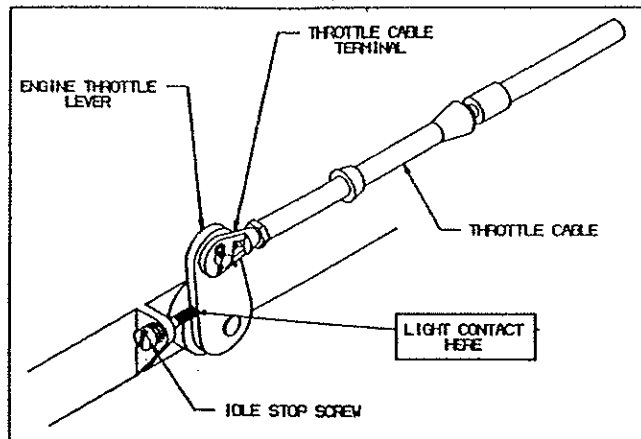

Fig. 6 - Engine Throttle Connection.
- Controllare che la leva gas del motore sia a leggero contatto con la vite di arresto al minimo (Riferirsi alla Fig. 6).